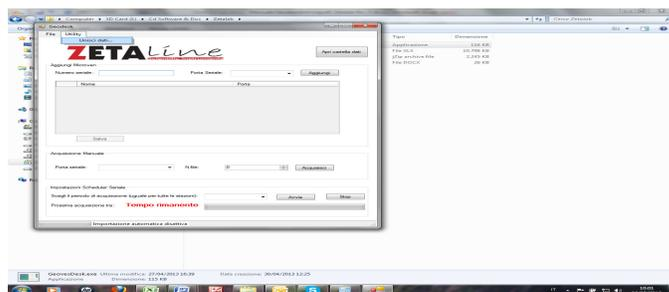

Figura 1
- 4) Cliccare sul menù “Utility” quindi sulla voce “Unisci dati” (v.Figura 1)